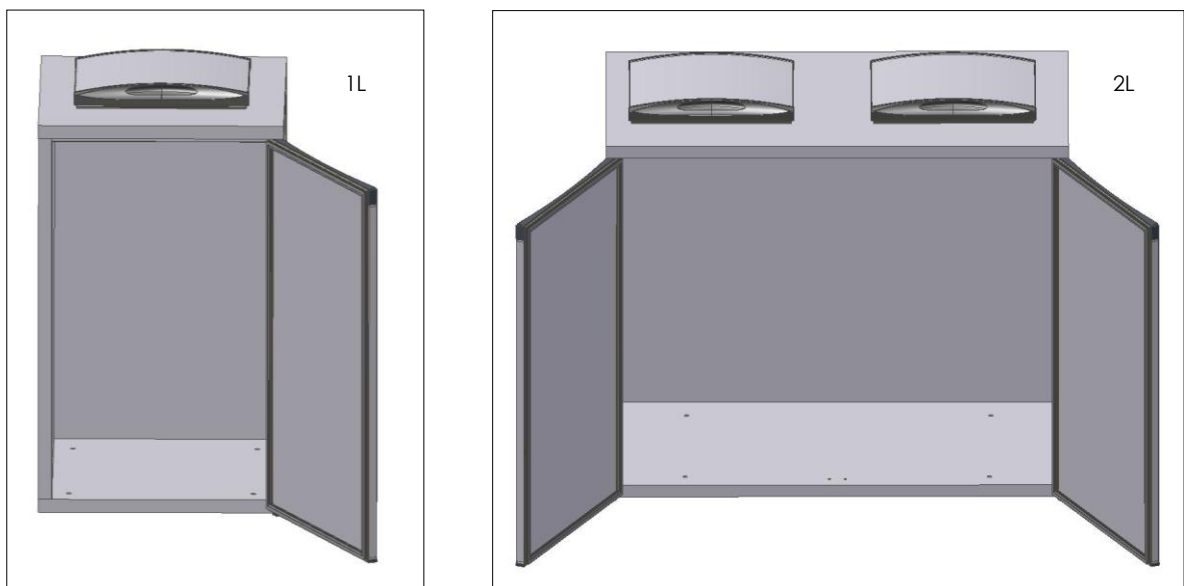

Fig. 9
- Encaixar **porta** no fundo e no tampo (Fig.9);